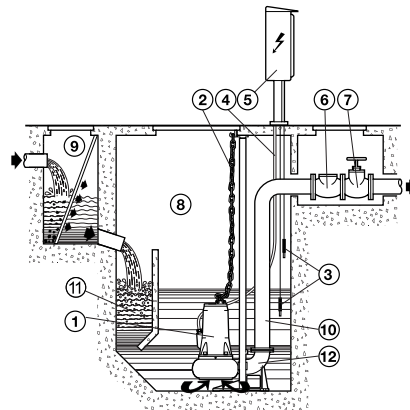

Fig. 6
- fixa com a electrobomba posicionada no pé de suporte bloqueado no fundo do poço ou do tanque de retenção (fig. 6).
5.2.2 INSTALAÇÃO FIXA COM ENGATE AUTOMÁTICO NO PÉ DE SUPORTE (FIG. 6)
Durante o funcionamento, a electrobomba deve resultar completamente mergulhada no líquido bombeado. Para as electrobombas desprovidas de interruptor automático de flutuador incorporado, torna-se necessária a instalação de um sistema de controlo por sondas (fig. 6) ou por flutuador ou de outro equipamento que assegure o nível mínimo do líquido e que proteja a electrobomba contra o funcionamento sem líquido.